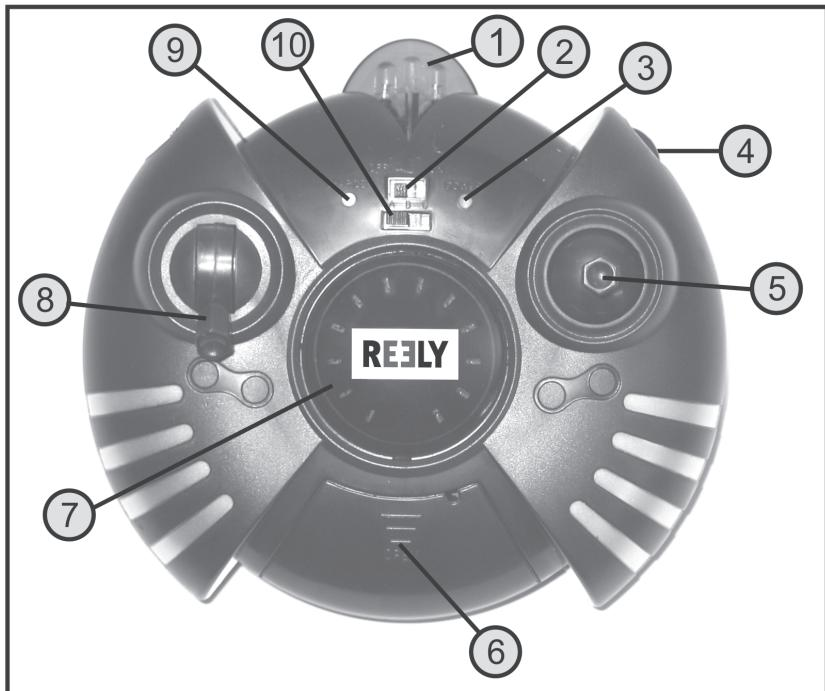

Bild 1
Schieben Sie den Funktionsschalter (siehe Bild 1, Pos. 2) von der linken Schalterstellung „OFF“ (Aus) nach rechts in die Stellung „ON“ (Ein).
Sobald Sie den Steuerknüppel für die Pitch-Funktion (siehe Bild 1, Pos. 8) nach oben bewegen, beginnen die 3 LEDs unten links im LED-Anzeigenring (3) zu blinken.
Schieben Sie die Abdeckung des Ladekabelschachtes (siehe Bild 1, Pos. 6) nach unten auf und entnehmen Sie das Ladekabel (1) aus dem Sender.
Schalten Sie anschließend den Sender ein. Die Ladekontroll-LED (siehe Bild 1, Pos. 9) und die Power-LED (siehe Bild 1, Pos. 3) leuchten.